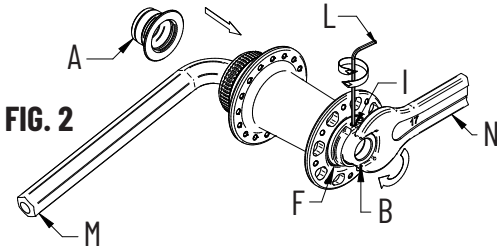

FIG. 2
- Sullo stesso lato da cui avete sfilato lo scontro, infilate una chiave a brugola (M) da 12mm sul perno mozzo e con una classica chiave da 17mm (N) svitate in senso antiorario lo scontro (B) (Fig. 2)
- Inserite nuovamente il perno del mozzo (C) e chiudete lo scontro (B) con la chiave (N) da 17mm alla coppia di chiusura di 15Nm. (Fig. 2)
Se necessario effettuare una registrazione del mozzo agendo sulla ghiera (F) (Fig. 2):
- Allentate il grano (I) con una chiave a brugola (L).
- Richiudete il grano (I) (Fig. 2).